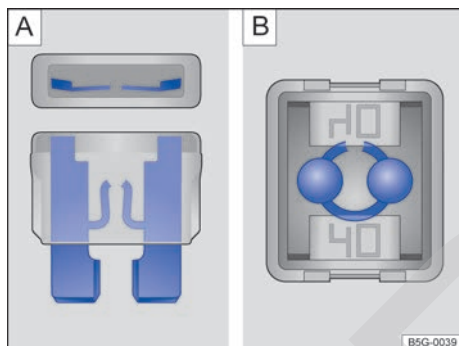

Fig. 140 Fusibles quemados: **A**) fusible plano, **B**) fusible de bloqueo.
- Un *fusible plano* (ATO®, MINI®) quemado es reconocido desde arriba o desde el costado por la carcasa transparente en las bandas metálicas derretidas → fig. 140 **A**.
- Un *fusible de bloqueo* (JCASE®) quemado es reconocido por las bandas metálicas derretidas desde arriba de la carcasa transparente → fig. 140 **B**.